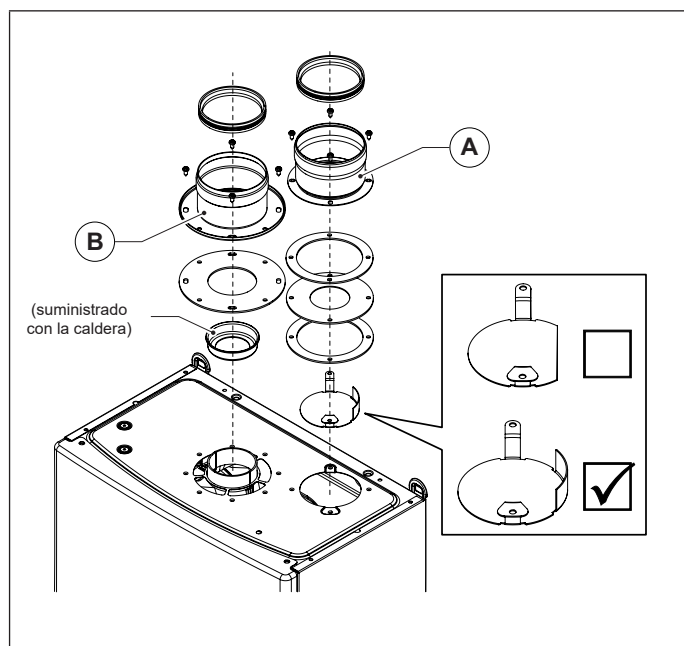

Fig. 16 OSDOPIA13
- Instalar el deflector de aire específico (ver Fig. 16 OSDOPPIA13).
Utilización de los diafragmas suministrados con la caldera (ver Fig. 16 OSDOPPIA13).